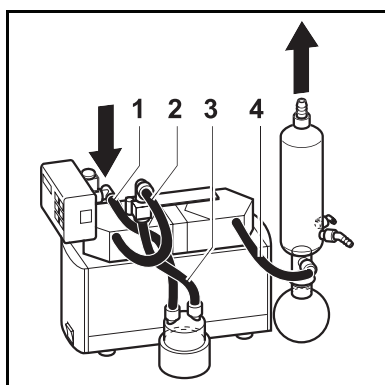

Fig. 17: Conexión tubular sistema SC
4	Tubos (véase Fig. 17) ▪ Resistentes al medio utilizado ▪ Diámetro interno 10 mm ▪ Longitudes: (1,4) aprox. 220 mm, (2) aprox. 300 mm, (3) aprox. 150 mm
5. Conectar los tubos del sistema (véase Fig. 17).